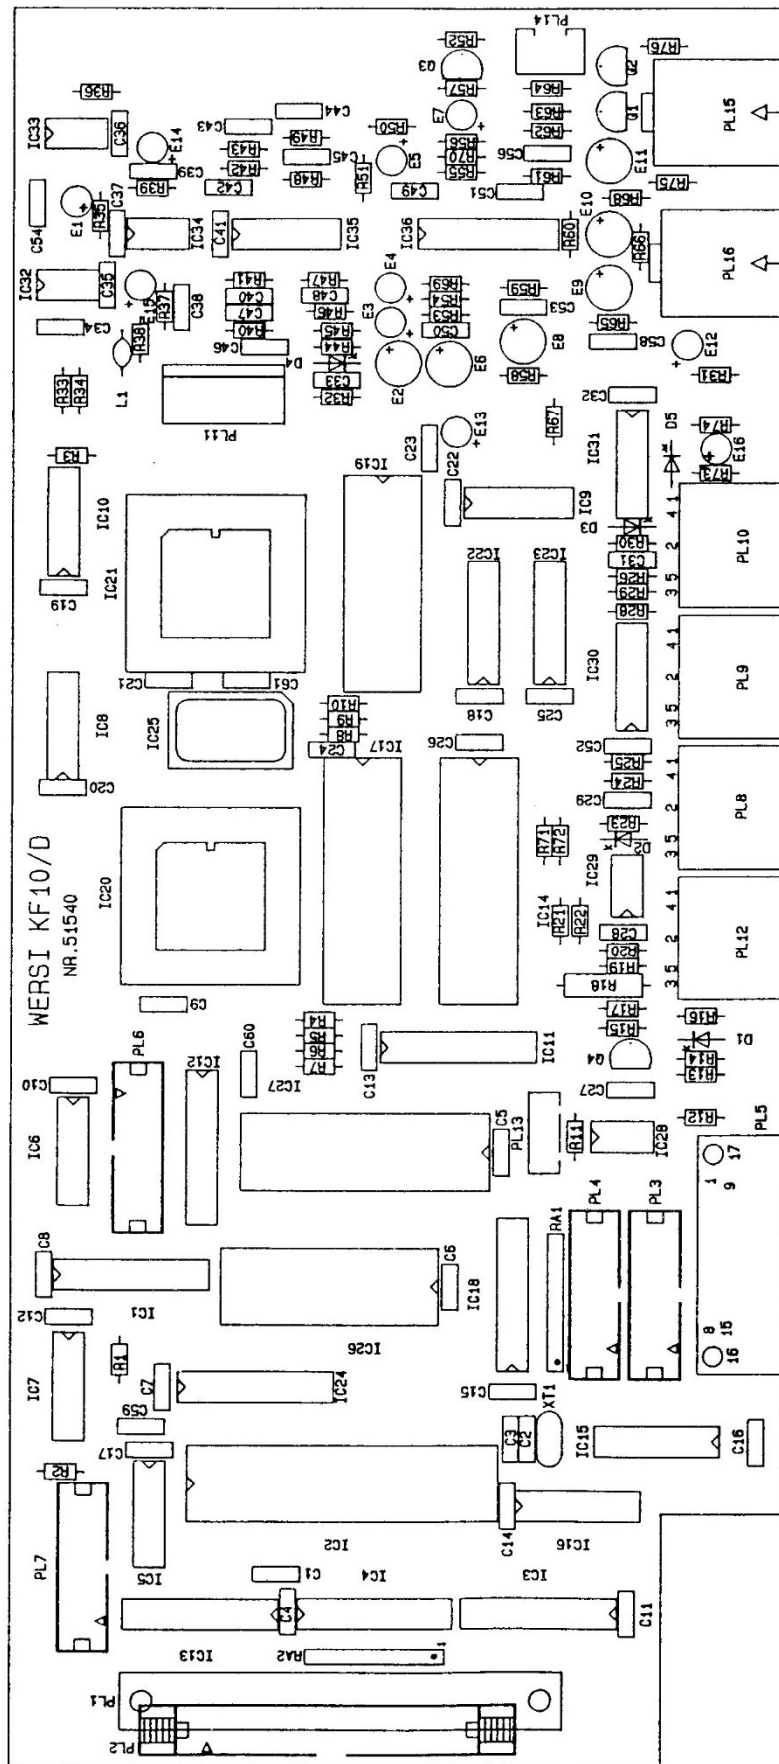

Abb. 16: Positionsdruck der Platine KF 10
| 1 | 51540 | 1 | Platine KF 10 | 0 | Ca. 31 x 14 cm, Abb. 16. | () |
| | | | | | - je nach Hersteller in Form eines Pfeiles, einer "1" oder einer Abschrägung oder Rundung an einer Ecke. Diese Markierung muß in Richtung R 3/IC 10 liegen, der Positionsdruck der Platine zeigt hierfür ein entsprechendes Symbol, vgl. auch Abb. 16. | |
| 29 | 633023 | 1 | Widerstands-Array 8 x 4, 7 kOhm | ① | RA 1. Polung! (Siehe evtl. Abb. 16.) | () |
| 30 | 633040 | 1 | Widerstands-Array 8 x 47 kOhm | 5 | RA 2. Polung! (Siehe evtl. Abb. 16.) | () |
| 42 | 632104 | 3 | Elkos 10 uF/25 V, stehend | 6 | E 1, 12, 13. Polung! (Bei schwer lesbarer Polaritätsangabe auf den Platinen Abb. 16 beachten.) | () |